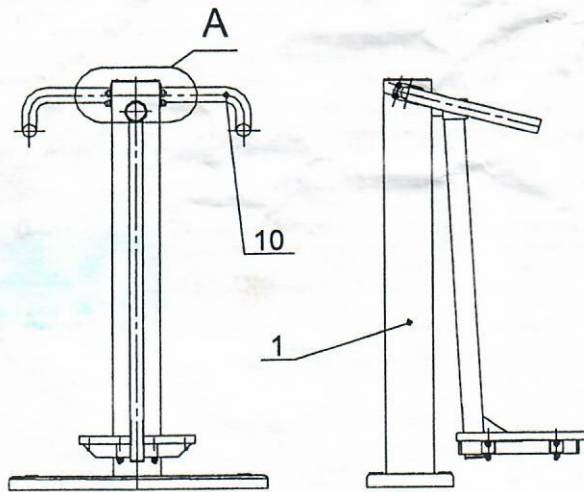

Рис.4
9.3.3 Произвести сборку тренажера (рис.4;5):